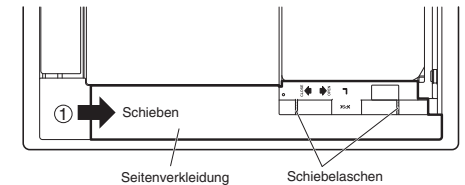

Abb. 7-2
- Die Seitenverkleidungen in Richtung des Pfeils schieben, ① um sie abzunehmen (2 Stellen, links und rechts). (Abb. 7-2)